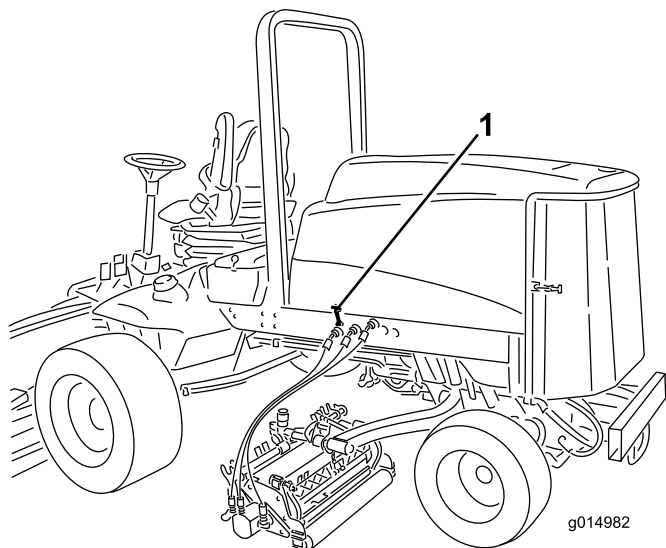

Figura 27
2. Desbloquee los cierres del capó y abra el capó (Figura 27).